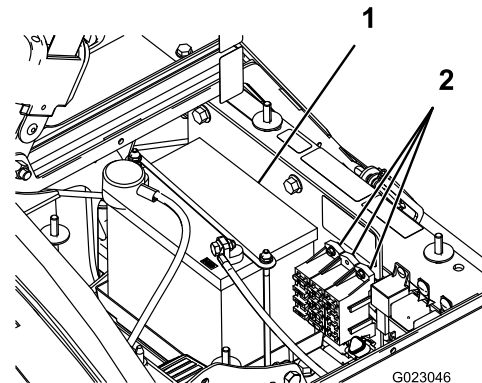

Figure 49
Le système électrique comprend 2 porte-fusibles et 1 emplacement libre. Ils sont situés sous le siège (Figure 49).
2. La batterie est située sur le côté droit de la machine, derrière la pompe (Figure 49).
5. Retirez le dispositif de retenue et les fixations de la batterie (Figure 49).
2. Posez le dispositif de retenue de la batterie et serrez-le avec les fixations retirées précédemment (Figure 49).
4. Posez le couvercle de la batterie et fixez-le à l'aide des 2 boutons (Figure 49).
1. Desserrez les boutons sur les côtés du bac de la batterie et enlevez le couvercle de la batterie (Figure 49).